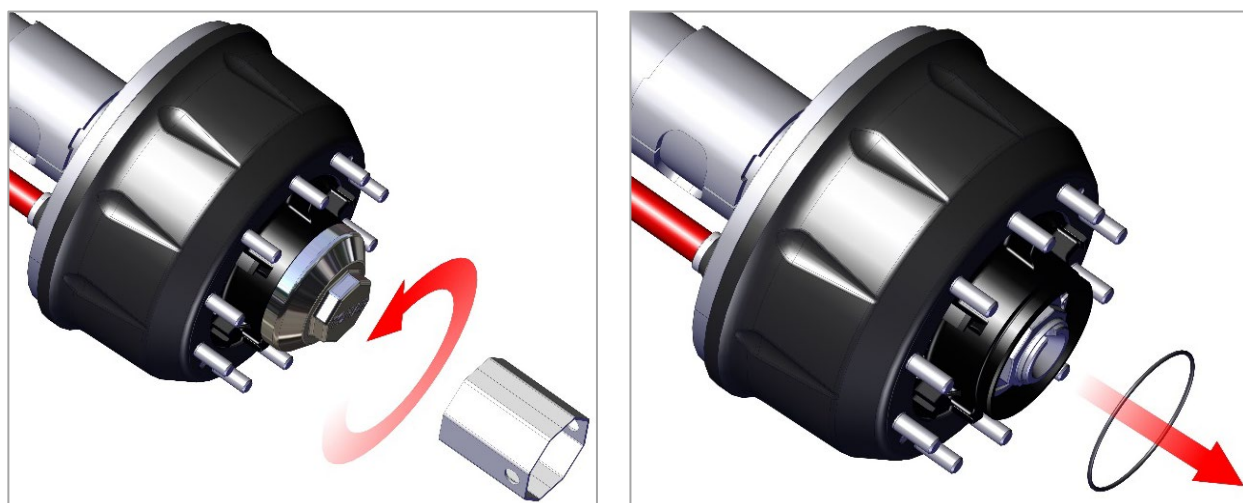

Рис. 7. Снятие крышки ступицы
1) Отверните специальным ключом крышку ступицы, убедитесь, что резиновое уплотнительное кольцо не повреждено (рис. 7).